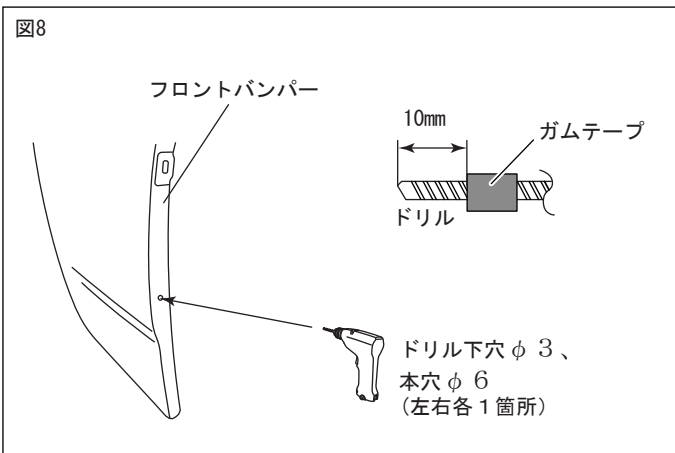

図9
5. 図9のようにフロントバンパーのホイールハウスにJナット③を差し込む。
注意：図9のようにJナット③の差し込む向きに注意してください。逆に取付けるとタッピングスクリュー②が取付かなくなります。